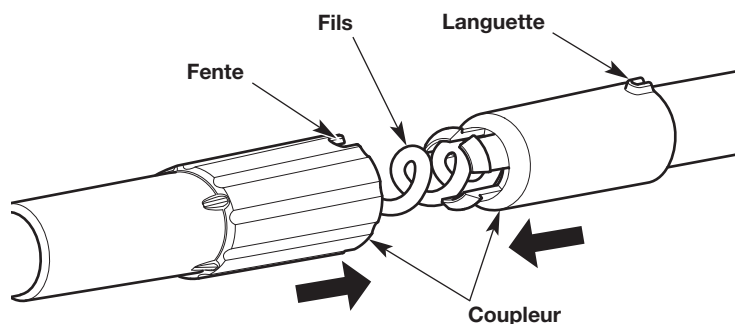

Fig. 1
1. Déplier la perche et aligner les deux extrémités. Ne pas tordre ou pincer les fils exposés (Fig. 1).
2. Aligner l'onglet d'une extrémité du coupleur avec la fente de l'autre extrémité (Fig. 1).